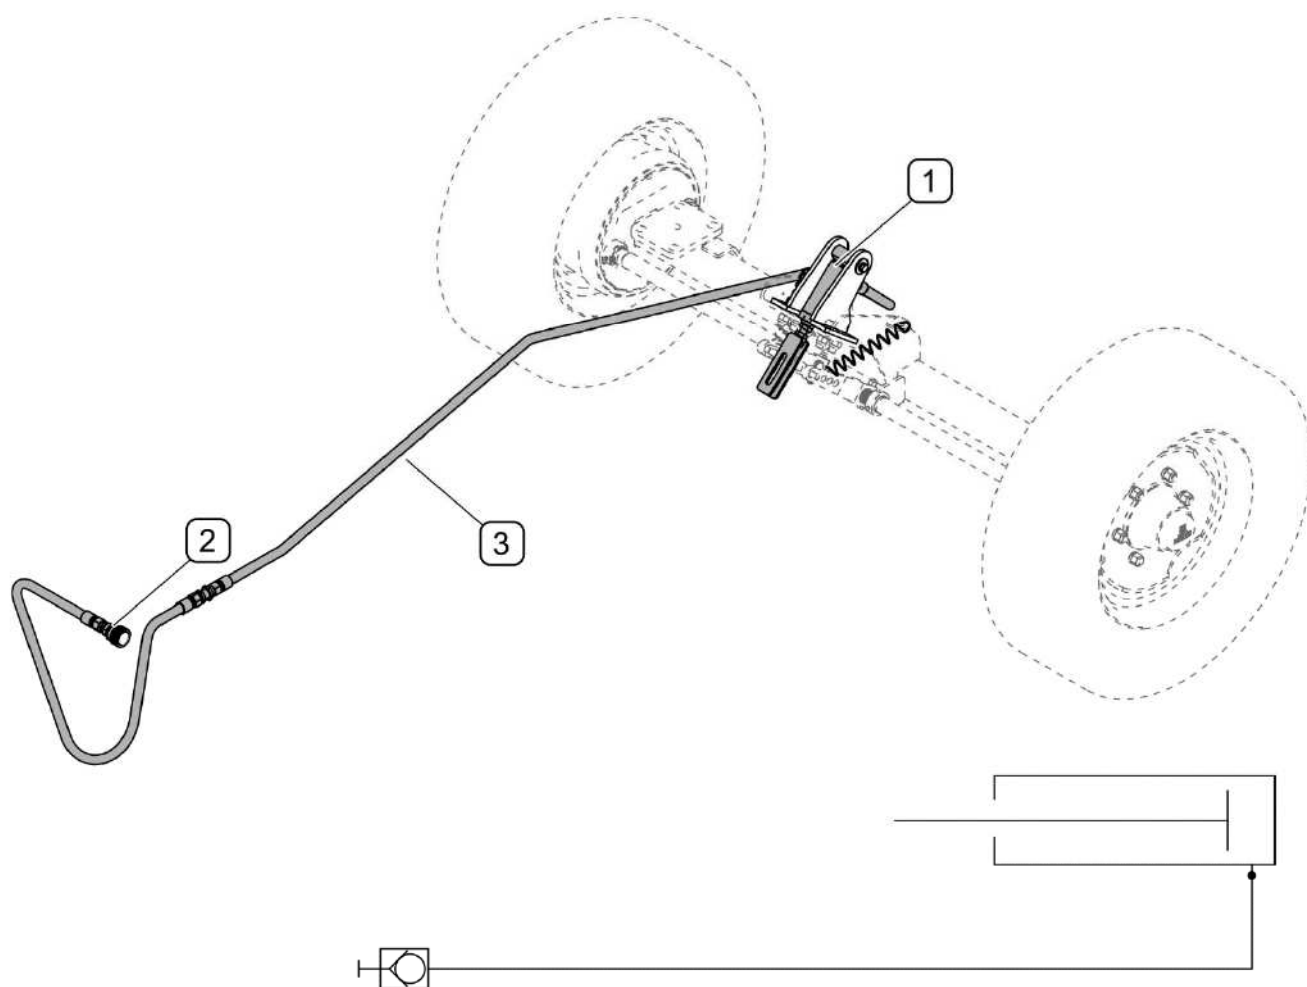

РИСУНОК 3.5 Устройство гидравлической тормозной системы (опция)
(1) - гидроцилиндр; (2) - быстроразъемное соединение; (3) - гидропровод
Опционально подметально-уборочная машина может оснащаться гидравлической тормозной системой (РИСУНОК 3.5), состоящей из гидроцилиндра (1), быстроразъемного соединения (2) и гидропровода (3).